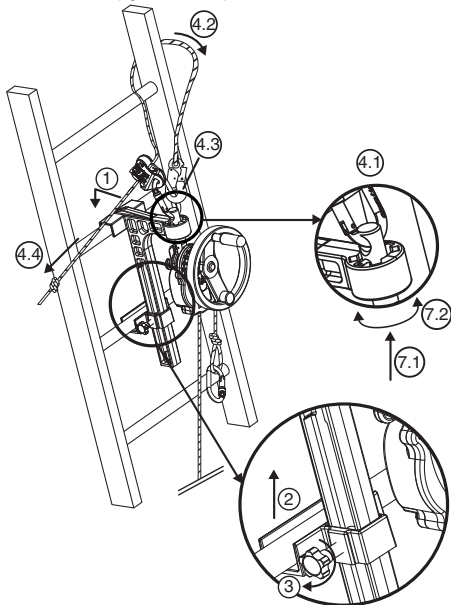

Fig. 6
6.3.2 Apparecchio DEROPE™ UP B (Fig.6)
1. Posizionare la grande console bloccabile sul piolo della scala nella posizione scelta per effettuare l'operazione di salvataggio, al di sopra della persona da evacuare (fig. 6, 1).
2. Far risalire lo slittone di bloccaggio a livello del piolo immediatamente al di sotto di quello che riceve la grande console (fig. 6, 2).
3. Stringere l'asse di bloccaggio dello slittone mediante il pulsante di serraggio che si trova sul lato della console (fig. 6, 3).
- Fissare il connettore del dispositivo di regolazione LCM 05 nel foro della parte superiore dell'asse di aggancio (fig. 6, 4.1).
- Far passare il cordino di sicurezza attorno al piolo della scala situato al di sopra della console avvolgendolo intorno ad uno dei montanti della scala (fig. 6, 4.2).
- Collegare il connettore del cordino di sicurezza al connettore del dispositivo di regolazione LCM 05 (fig. 6, 4.3).
- Tendere il cordino di sicurezza tirando sull'estremità libera (fig. 6, 4.4).
7. Orientare l'apparecchio DEROPE™ secondo la necessità modificando la posizione dell'asse di aggancio nel dispositivo di posizionamento (fig. 6, 7.1 – 7.2).